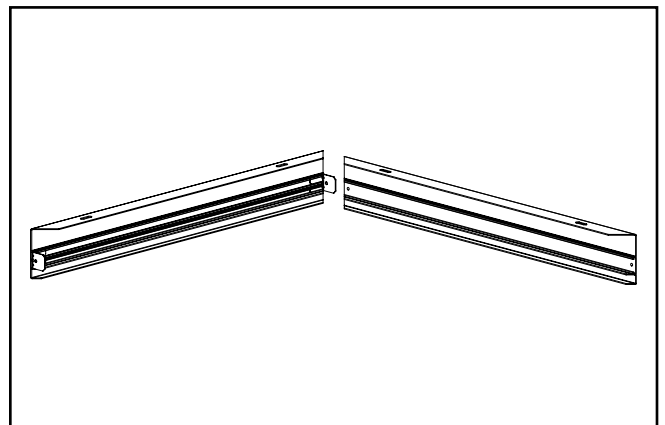

Figura 2.
2. Deslice el marco adyacente en su lugar para que los orificios de separación se alineen con los del soporte en L. (Figura 2.)